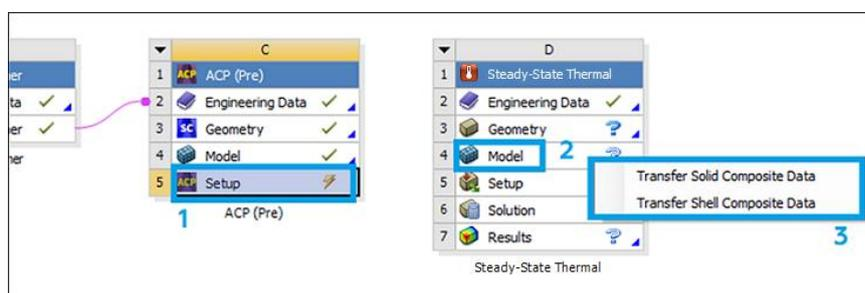

Рис. 26. Импорт данных в Steady-State Thermal
14. Жажимаем ЛКМ блок *Setup* (1) в модуле *ACP (Pre)* и перетаскиваем его на блок *Model* (2) в модуле *Steady-State Thermal*. После этого появляется окно с двумя вариантами (рис. 26): первый переместит твердотельную модель (есть возможность анализировать каждый слой выбранного сегмента, но может понадобится повторно создать контактные области), а второй переместит тонкостенную оболочку (нет возможности анализировать каждый слой отдельно). После выбора первого варианта нажимаем ПКМ на *Setup* (1) в модуле *ACP (Pre)* и выбираем *Update*.